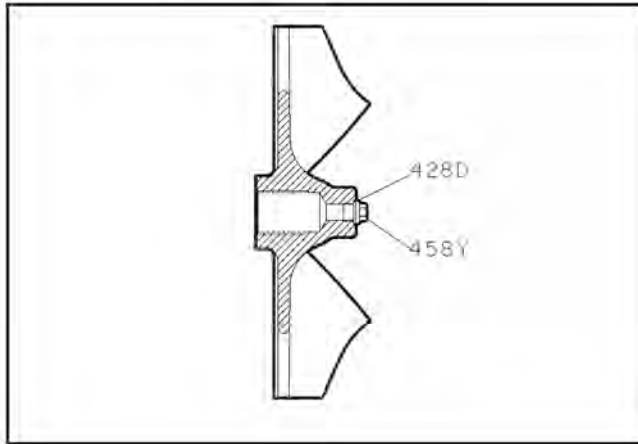

Figure 65:
26. 13. Install gland (107) with nuts (355) (Fig. 65).